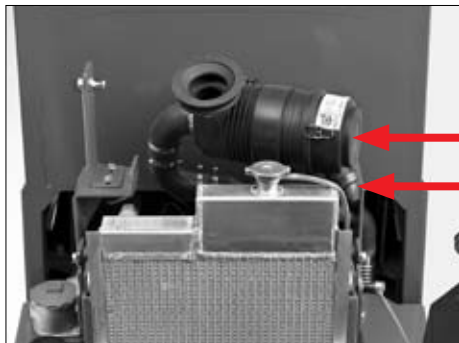

Fig. 105
Kontrollér, at udgangsslidsen på støvventilen pos. 1 (Fig. 105) er fri. Fjern støvaflejringer ved at trykke ventilen sammen.
1. Løsn lukningerne på dækslet pos. 2 (Fig. 105), og tag dækslet af.
1. Løsn de tre lukninger på dækslet pos. 2 (Fig. 105).
2. Tag dækslet pos. 2 (Fig. 105) af.